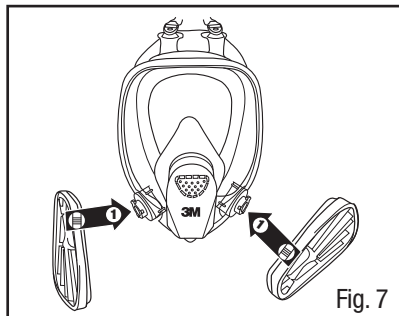

Fig. 7
1. Aligner l'encoche sur le bord de l'adaptateur 603 avec la marque du masque comme l'indique l'illustration (Fig. 7).